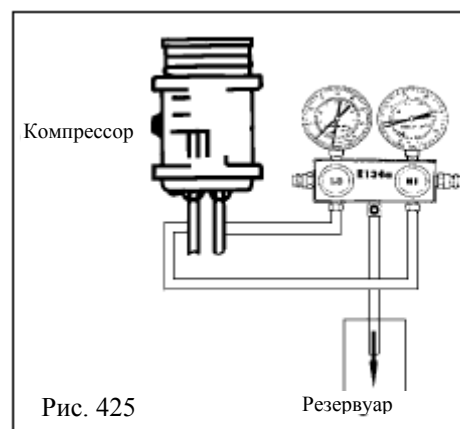

Рис. 425
- Прежде всего подсоедините магистраль так, как показано на рисунке (рис. 425). Затем, установите в системе кондиционирования режим максимального охлаждения, установите скорость вращения двигателя на 1000-2000 об/мин и дайте ему проработать 5 минут. Заставьте хладагент циркулировать и соберите как можно больше масла в компрессоре.